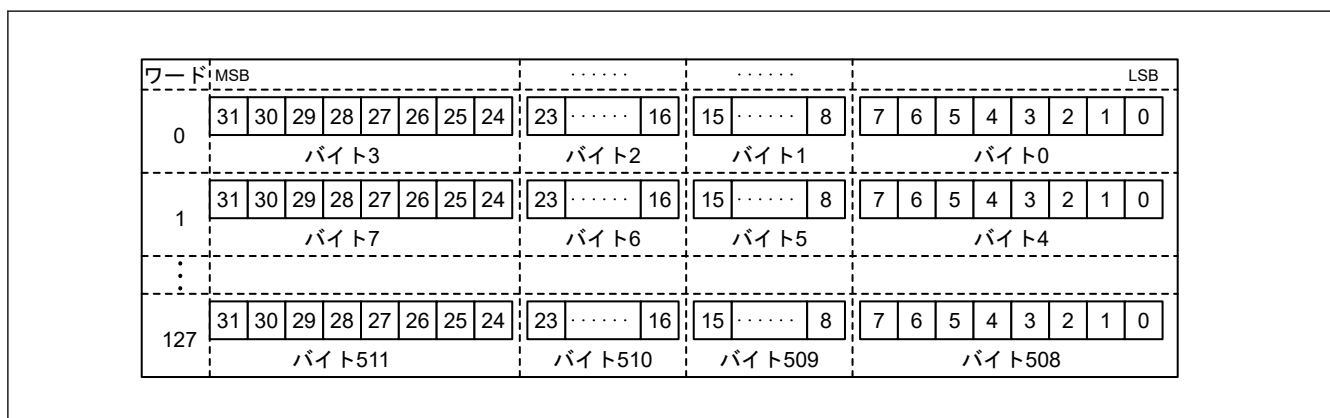

図 35.4 SD\_BUF 格納データ
3. SD\_BUF に格納されたデータが SD\_BUF0 から読み出される (図 35.4 を参照)。